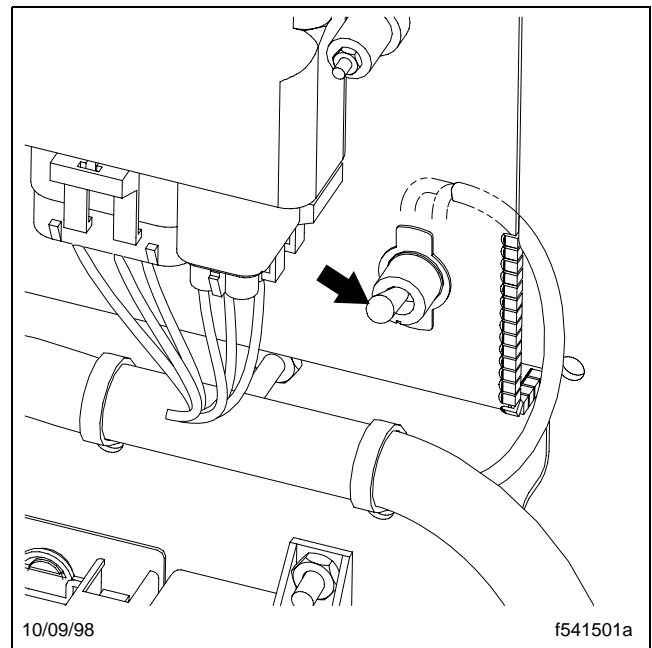

Figura 3.11, Interruptor de programación
- Un interruptor de programa del módulo relevador Meritor que lo pone en modalidad de programación, único estado en el que el sistema puede "aprender" los códigos de número de identificación de los remotos. El interruptor se muestra en su estado normal o apagado (OFF) (con la palanca apuntando hacia arriba). Vea la **Figura 3.11**.
1. Con el interruptor para llave de la ignición apagado, ponga el interruptor de programación en la posición de encendido (mueva el interruptor hacia abajo). Vea la **Figura 3.11**.